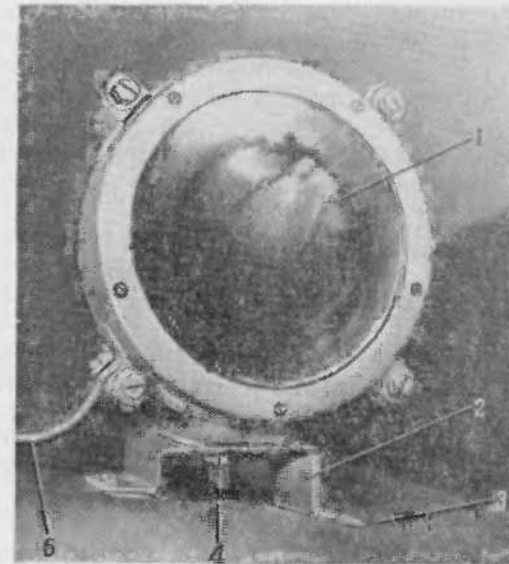

Рис. 96. Установка фары ФГ-126:
1. Отвернуть защитную крышку колодки, отсоединить электропровод 5 (рис. 96) фары от переходной колодки и вытащить его из отверстия в лобовом листе.